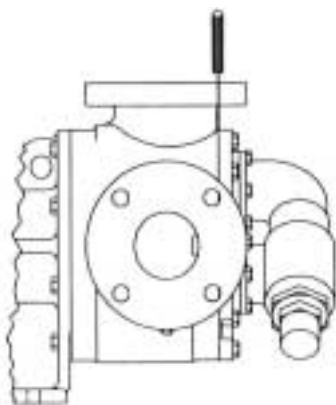

FIGURA 20
6. En este momento puede montar la cabeza en la bomba. Inclíne ligeramente la parte superior de la cabeza hacia fuera hasta que la media luna entre dentro del diámetro de rotor y ruede el pasador hasta que los dientes coincidan con los dientes del rotor. Alinee la marca en la cabeza y la carcasa, hecha anteriormente para asegurarse de volver a montar correctamente. Asegúrese de que el pasador de la rueda intermedia, que está descentrada en la cabeza de la bomba, se coloca de cara a las conexiones del puerto y a la misma distancia para permitir que el líquido de la bomba fluya adecuadamente. Apriete los tornillos de cabeza (o las tuercas en los husillos en el tamaño Q). Compruebe el huelgo con un calibrador tal y como se ilustra. Ver **Figura 20** en página 10. Si el huelgo no es correcto, consulte la sección sobre **"Ajustar Huelgo Junta Cabeza"** en página 10.
Si la bomba está bien colocada y no se puede acceder a través de los puertos, retire la cabeza y las juntas. Vuelva a poner la cabeza y mida la abertura tal como se indica. Ver **Figura 20 en la página 10**. Después de medir el hueco entre la cabeza y la carcasa, seleccione un conjunto de juntas con un 25% más de anchura que el calibrador más el huelgo necesario. Ver Figura 18, página 9. Observe que las juntas se comprimen cuando se aprieta la cabeza. Retire la cabeza, instale las juntas y los aros-O y luego la cabeza. Apriete los tornillos de la cabeza y compruebe el huelgo de la bomba, asegurándose de que la bomba gira libremente de forma manual.